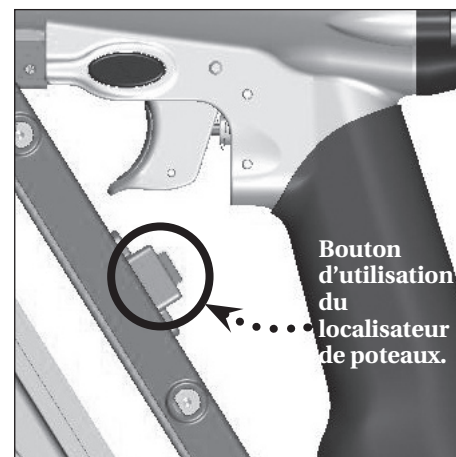

Figure 22 - Bouton d'utilisation du localisateur de poteaux.
2. S'il n'est pas encore installé, mettre l'embout anti-marques sur la pointe de contact (PC).
5. Presser à peine l'embout contre le mur où il n'y a pas de poteau près de l'endroit. Enfoncer le bouton d'utilisation du localisateur de poteaux et tenir (voir la Figure 22). La « plaque » du localisateur de poteaux doit être à plat contre le mur.